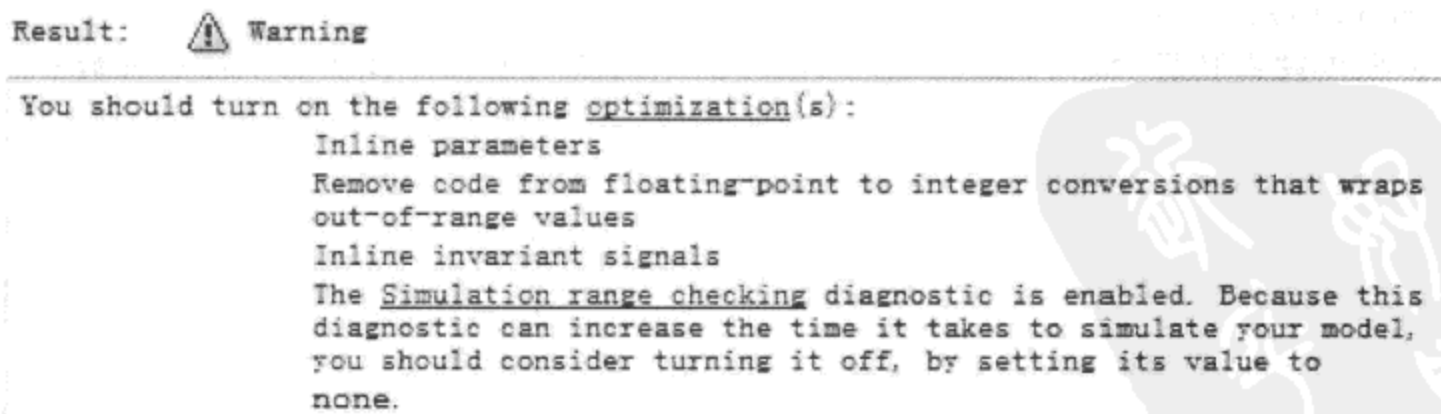

图 9.5.51 手动修改
(1) 手动修改。对于每一个未通过的检查项目, Model Advisor 都给出了修改建议, 例如检查项 Check optimization settings 标记了黄色惊叹号 ⚠, 单击该节点, 右侧界面 Analysis 结论区显示修改建议(图 9.5.51)。